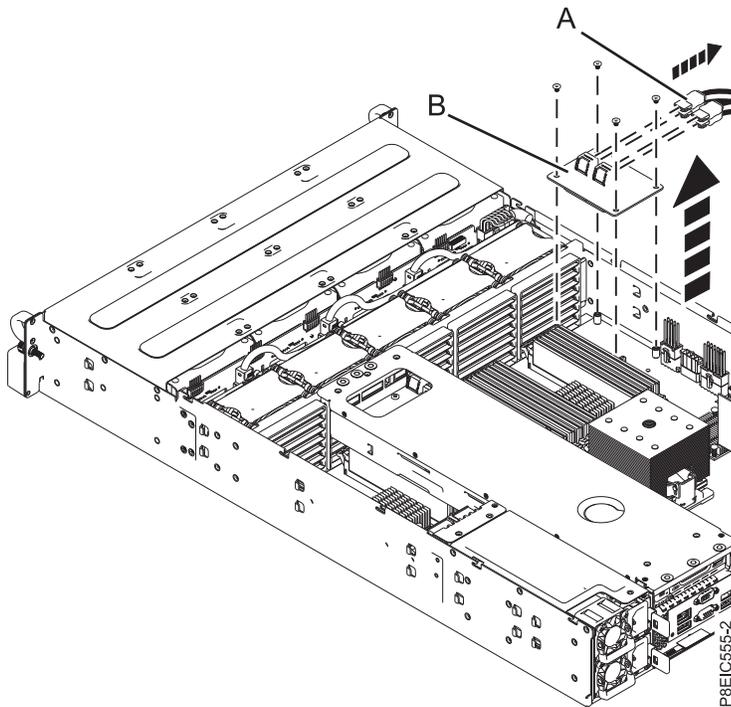

Figura 40. Extracción de tarjeta intermedia de almacenamiento
4. Afloje y quite los cuatro tornillos que fijan la tarjeta intermedia de almacenamiento (B) a la placa posterior del sistema, después, extraiga la tarjeta intermedia de almacenamiento, tal como se indica en Figura 40 en la página 36.